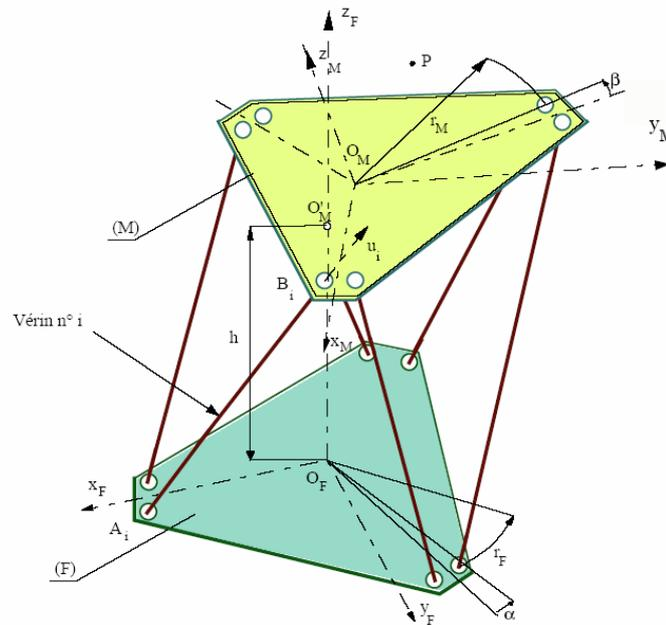

Figure 2 : paramétrage géométrique de la plate-forme
- ⇒ La plate-forme mobile parallèle à l'embase fixe (figure 2).